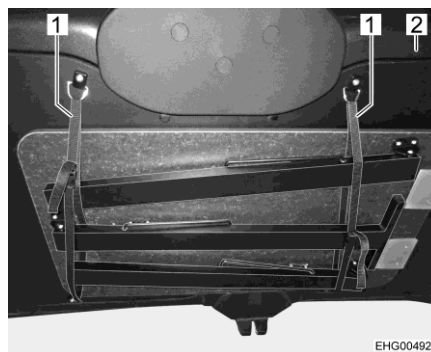

Fig. 14 Mesa (fijada en la trampilla trasera) (C 500)
- Utilizando 2 correas (Fig. 14,1), fijar la mesa de forma segura en la trampilla trasera (Fig. 14,2).